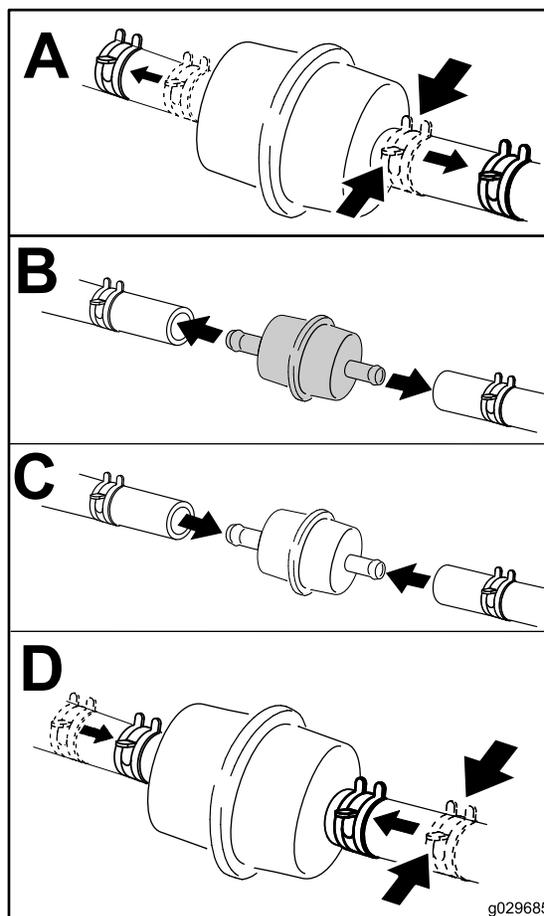

Figura 70
5. Cambie el filtro de combustible (Figura 70).